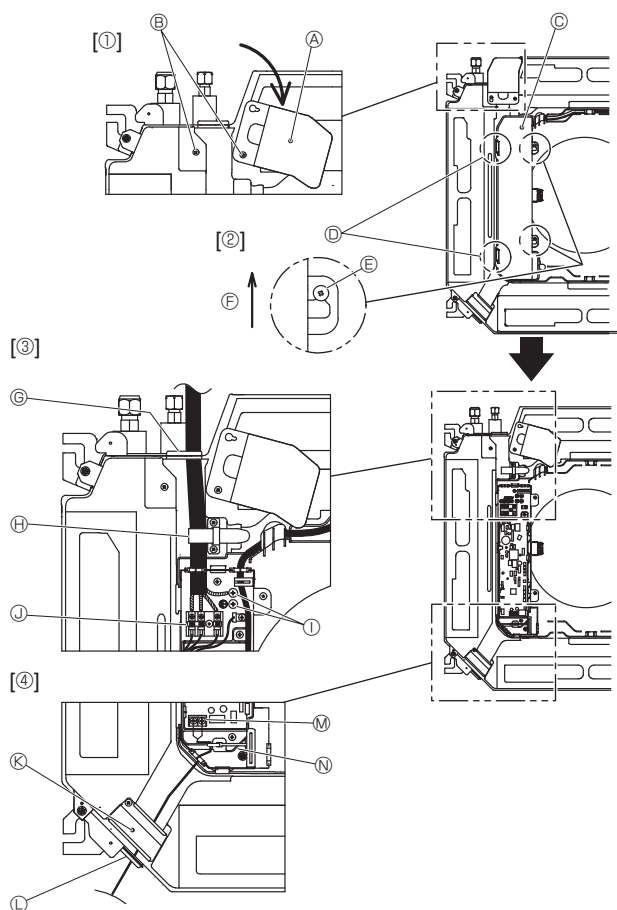
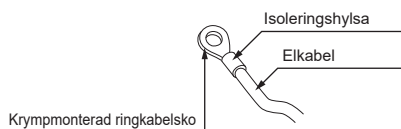
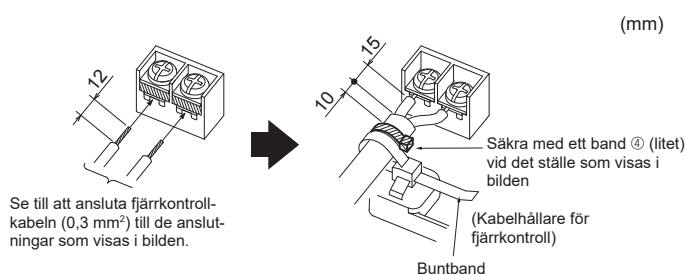

Fig. 6-1
Fig. 6-2
Fig. 6-3
6.1. Inomhusenhet (Fig. 6-1)
1. Lossa de två skruvar som håller servicepanelen för elektriska ledningar och vrid den. [Fig. 6-1 ①]
2. Lossa de två skruvar som håller eldosans lock och skjut av locket. [Fig. 6-1 ②]
3. Dra strömkabeln, anslutningskabeln mellan inomhus- och utomhusenheten och jordkabeln genom respektive kabelgenomföringar enligt schemat. [Fig. 6-1 ③] Anslut den mantlade delen av strömförsörjningskabeln och anslutningskabeln mellan inomhus- och utomhusenheten i elkompentlådan. Använd krympmonterade ringkabelskor för plintkortet för anslutning mellan inomhus- och utomhusenhet samt för uttagssatsen för strömförsörjning (tillval). [Fig. 6-2] Se Fig. 6-3 till 6-6 om du inte kan använda runda krimpade terminaler. Se 6.1.1. och 6.1.2. för anslutning.
4. Dra fjärrkontrollens kabel genom ledningsöppningarna enligt schemat. [Fig. 6-1 ④, Fig. 6-3] Se 6.1.1. och 6.1.2. för anslutning.